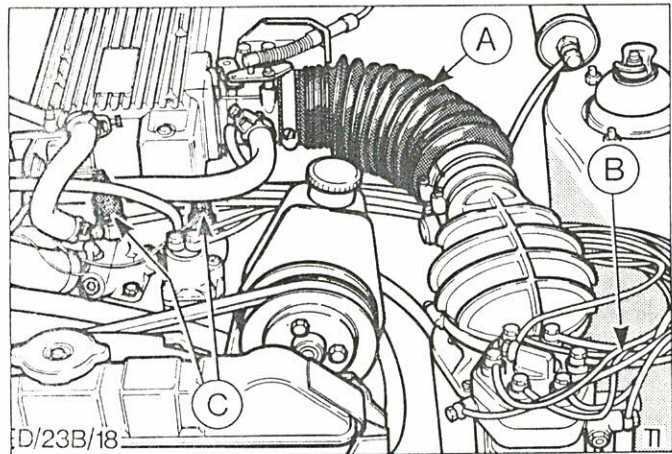

Abb.48 Sichtprüfung-Einspritzsystem
- b) Alle Luftschläuche auf Risse und festen Sitz der Verbindungen prüfen, Abb.48.